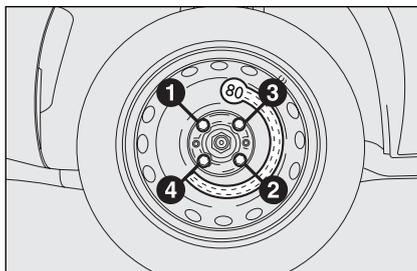

fig. 9
- en se servant de la clé fournie, serrer à fond les boulons, en passant alternativement d'un boulon à celui diamétralement opposé, selon l'ordre illustré sur la **fig. 9**.
- en se servant de la clé fournie, serrer à fond les boulons selon l'ordre numérique illustré sur la figure **fig. 9**;
- en se servant de la clé fournie, serrer à fond les boulons en suivant l'ordre représenté précédemment pour la roue de secours (voir **fig. 9**).